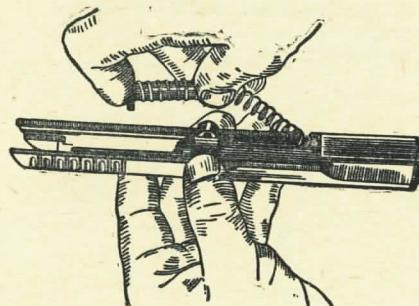

Рис. 77. Как вынуть возвратную пружину
4) вынуть возвратную пружину: удерживая затвор левой рукой возвратной пружиной кверху, правой рукой вынуть пружину из кожуха затвора вместе с направляющим стержнем и наконечником (рис. 77);